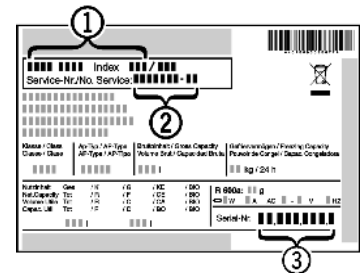

Fig. 14
- ▶ Прочетете от идентификационната табелка описанието на уреда Fig. 14 (1), сервизния № Fig. 14 (2) и серийния № Fig. 14 (3). Идентификационната табелка се намира на лявата вътрешна стена на уреда.
- ▶ Обадете се на сервизната служба и посочете неизправността, описанието на уреда Fig. 14 (1), сервизния № Fig. 14 (2) и серийния № Fig. 14 (3).